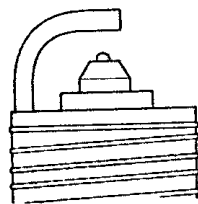

图 9-35 检查火花塞电极间隙
2) 如图 9-35 所示，检查电极间隙。如果间隙超过标准，使用合适的间隙调节工具调节其间隙。电极间隙：标准值为：1.0 ~ 1.1mm。